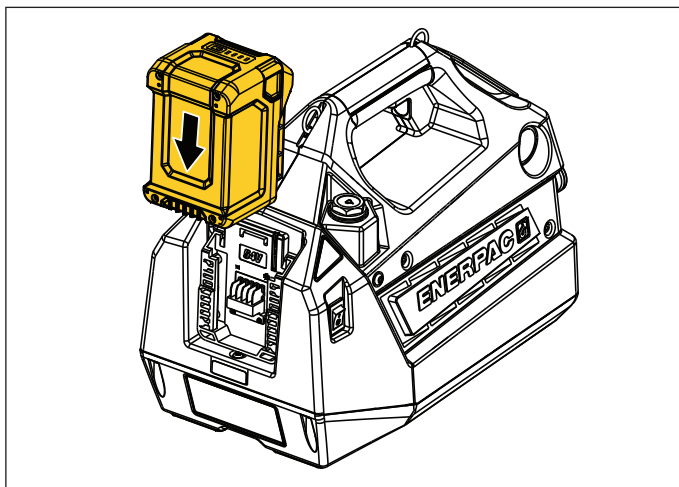

図7: バッテリー - 取り付け
- **バッテリーをポンプに取り付けるには:** バッテリーをポンプ後部のバッテリー接合部にスライドさせて挿入します。所定の位置にカチッとハマったことを確認してください。図7を参照してください。